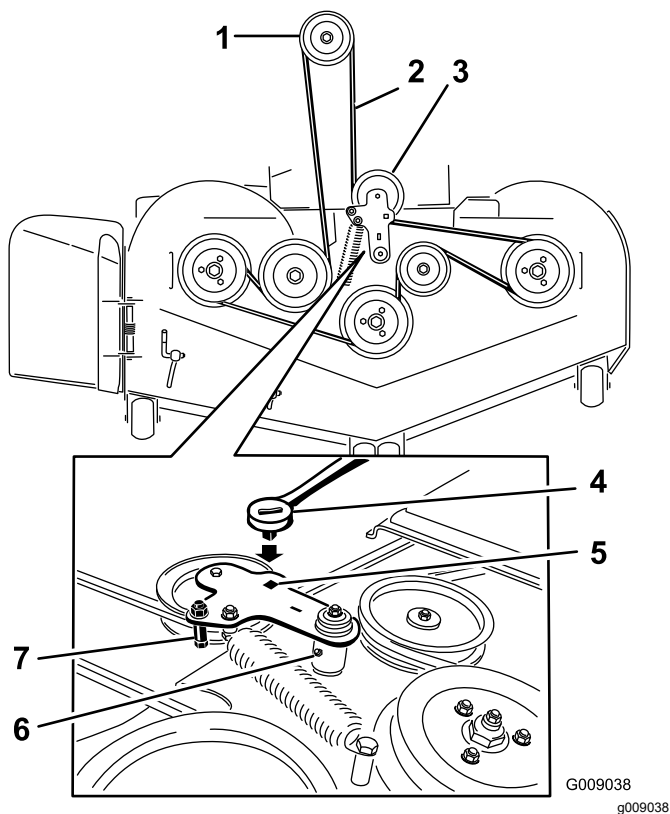

Figura 113
5. Levante la chapa de suelo e introduzca una llave dinamométrica en el taladro cuadrado del brazo tensor de la carcasa (Figura 113).
6. Gire cuidadosamente el brazo tensor de la carcasa en sentido horario y retire la correa del cortacésped (Figura 113).